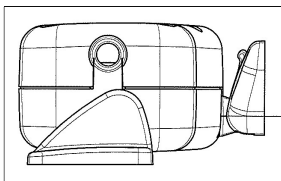

Abb. 11
- g) Verbinden Sie das Kettenende über den Stift Ø4x32 (im Lieferumfang enthalten) mit dem Schnellanschluss, der in der mittleren Stellung einzufügen ist (siehe Abb.11).